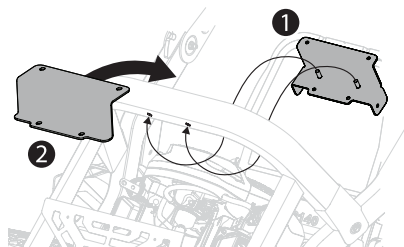

Figura 5
1. Trabajando desde adentro hacia afuera, debe alinear el soporte del guardacorrea (689-02519) con el tubo trasero superior del bastidor del tractor, deslizando los pasadores de soldadura en los orificios existentes en la parte inferior del tubo. Consulte el punto (1) en la Figura 5.
2. Trabajando desde afuera hacia adentro, debe alinear el soporte superior (789-04458) con el tubo trasero superior del bastidor del tractor y el soporte del guardacorrea, alineando los orificios superiores e inferiores de ambos soportes. Consulte el punto (2) en la Figura 5.